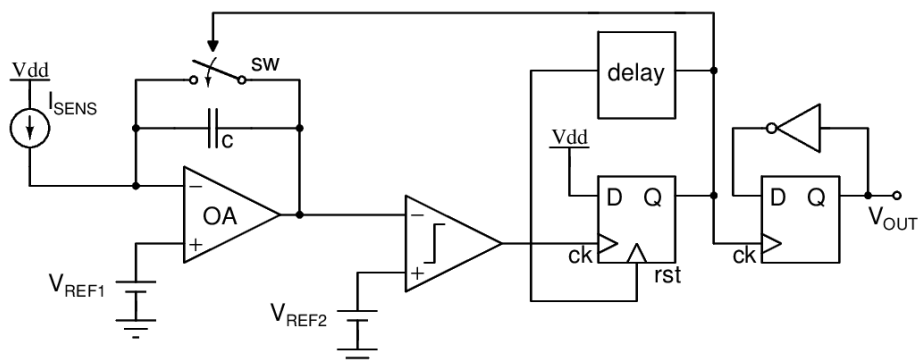

Fig. 1. Diagrama en bloques del circuito integrado a diseñar.
El elemento sensor tiene comportamiento resistivo el cual se traduce a corriente con un circuito que permite obtener la señal I_{SENS} . El objetivo de este TP es implementar el circuito de la Fig. 1 para convertir I_{SENS} en una señal digital de periodo T proporcional a la magnitud de dicha corriente. Esta señal cuadrada de salida se utilizará para modular una señal de RF que transmite la información del sensor a un nodo central para su registro.
- 2) Diseñar cada uno de los bloques del circuito de la Fig. 1. Asumir los siguientes requerimientos para el OA: ganancia > 60 db y margen de fase $> 60^\circ$.